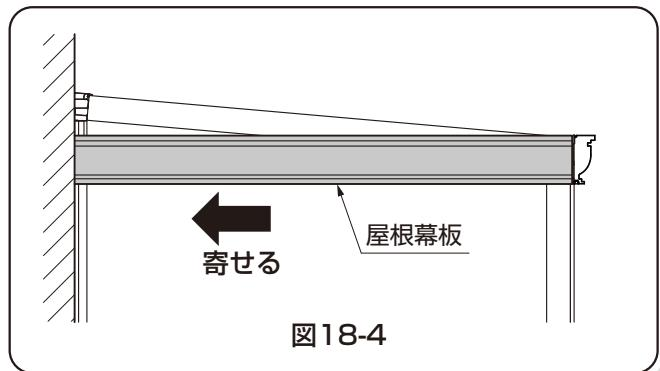

図18-4
②側面側の屋根幕板を幕板取付材に引っ掛け、軒樋側に寄せてください。(図18-4、図18-5参照)
③屋根幕板コーナーキャップを屋根幕板にはめ込んでください。